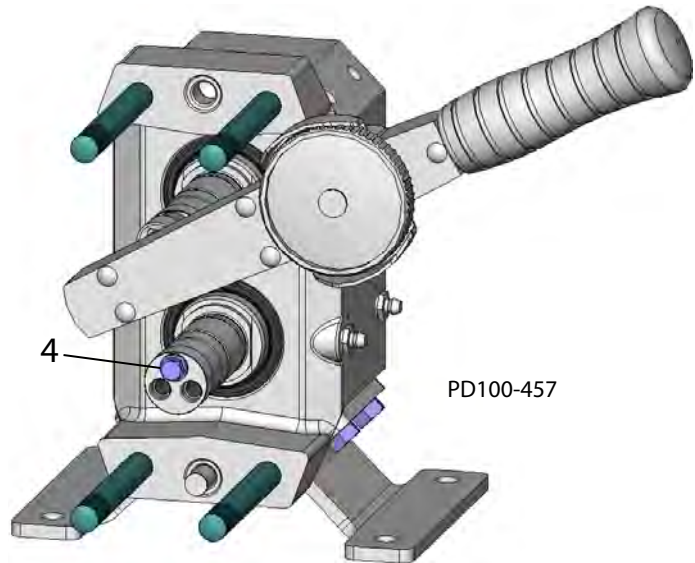

Abb. 50- Drehmoment prüfen
- Schrauben Sie eine Ansatzschraube (Abb. 50, Einzelheit 4) in eine der Gewindebohrungen und prüfen Sie das Drehmoment von jeder Wellenbaugruppe mit einem Drehmomentschlüssel.